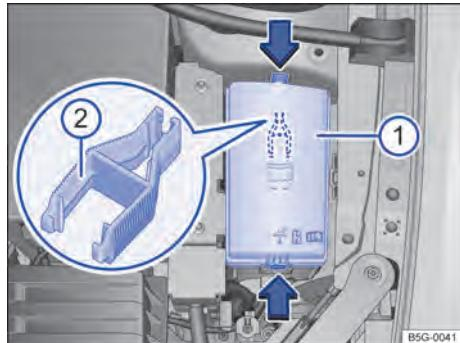

Fig. 152 No compartimento do motor: cobertura (1) da caixa de fusíveis com pinça de plástico (2).
- Pressionar as travas no sentido da seta → Fig. 152 (1), para destravar a cobertura da caixa de fusíveis.
No lado interno da cobertura da caixa de fusíveis no compartimento do motor pode haver uma pinça de plástico → Fig. 152 (2) para a retirada dos fusíveis.